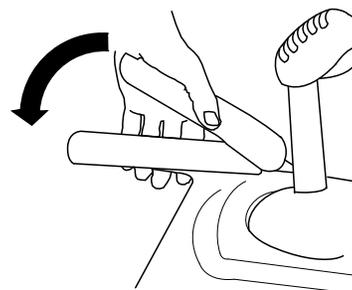

Figura 4
3. Premete la leva sinistra (della trazione) contro l'impugnatura (Figura 4).
6. Premete la leva sinistra (della trazione) contro l'impugnatura (Figura 4).